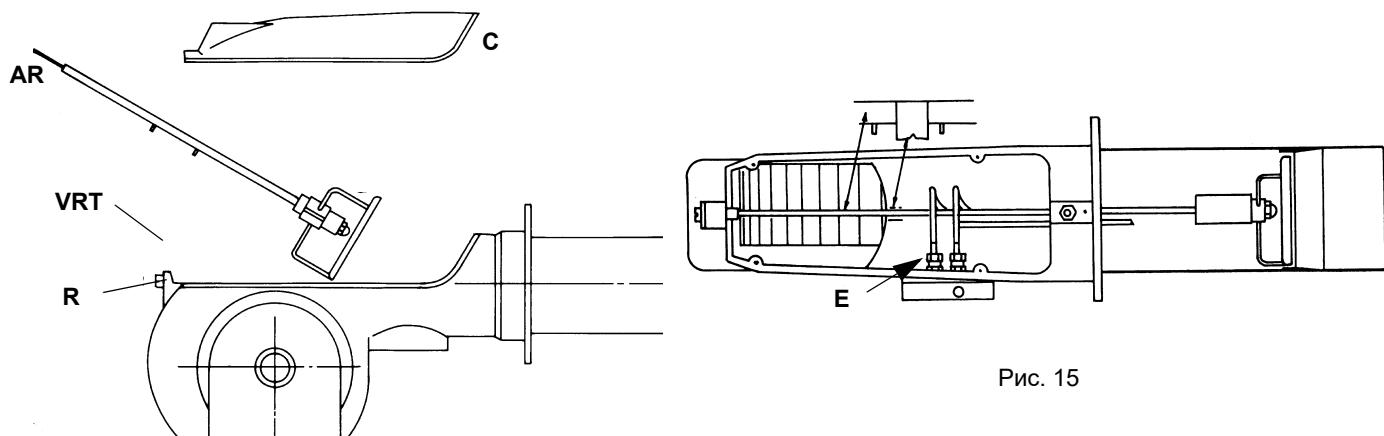
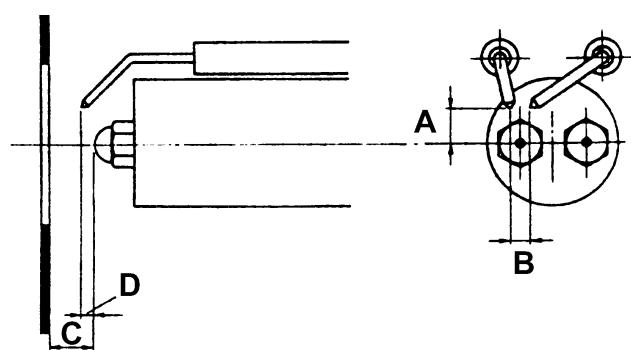

Рис. 15
Рис. 16
- Разобрать, проверить и почистить головку горания (см. Рис. 15), при повторном монтаже тщательно соблюсти все размеры, указанные (см. Рис. 16).
В целях обеспечения хорошего процесса горения, необходимо, чтобы были выдержаны размеры, указанные в Рис. 16. Перед тем, как вновь устанавливать головку сгорания на место, необходимо убедиться в том, что стопорный винт группы электродов хорошо затянут.
- 5) вынуть электрод и заменить его, выдерживая размеры, указанные на Рис. 16.